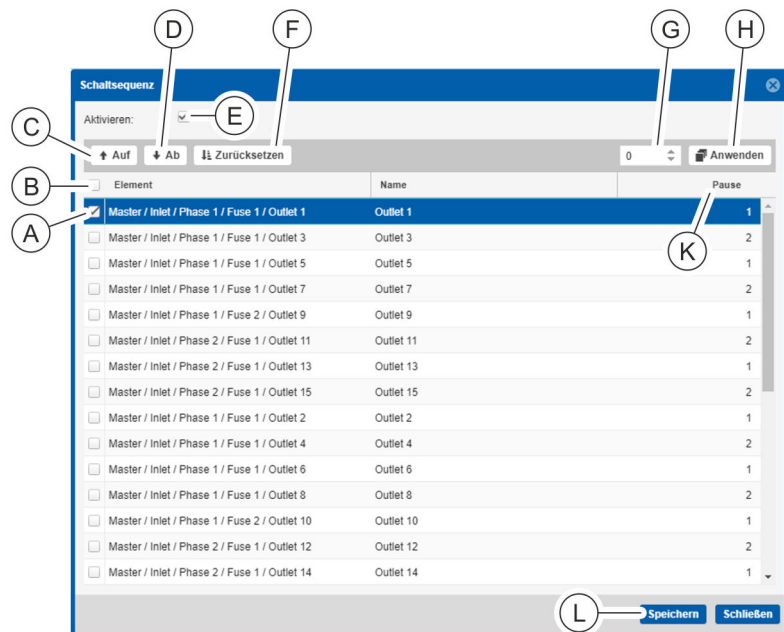

Abb. 143: Schaltsequenz einrichten
- Über das Menü „Konfiguration → Schaltsequenz“ die Maske "Schaltsequenz" aufrufen (Abb. 143).
- Bei Bedarf die Checkbox „Aktivieren“ selektieren, um die Schaltsequenz zu aktivieren (Abb. 143/Ⓔ).
- Socketts nach der gewünschten Reihenfolge sortieren. Dazu einzelne Socketts über die Checkbox selektieren (Abb. 143/Ⓐ) und mit den Schaltflächen „Auf“ (Abb. 143/Ⓒ) und „Ab“ (Abb. 143/Ⓓ) oder per Drag-and-drop verschieben.
4. ➤ Bei Bedarf für einzelne Sockets eine Wartezeit definieren, die nach dem Schalten der Sockets gestartet wird. Hierzu einen Socket aus der Liste selektieren und in das ausgewählte Feld der Spalte Pause (Abb. 143/Ⓚ) die gewünschte Wartezeit in Sekunden eintragen.
5. ➤ Bei Mehrfachselektion im Eingabefeld (Abb. 143/Ⓞ) eine Wartezeit in Sekunden eintragen und über die Schaltfläche „Anwenden“ (Abb. 143/Ⓢ) übernehmen.
- ⇒ Die eingestellte Wartezeit wird in der Spalte „Pause“ angezeigt (Abb. 143/Ⓚ).
6. ➤ Bei Bedarf die Schaltfläche „Zurücksetzen“ (Abb. 143/Ⓡ) anklicken, um die Liste der Sockets neu zu sortieren und die Wartezeit zurückzusetzen.
7. ➤ Einstellung über die Schaltfläche „Speichern“ (Abb. 143/Ⓛ) übernehmen.